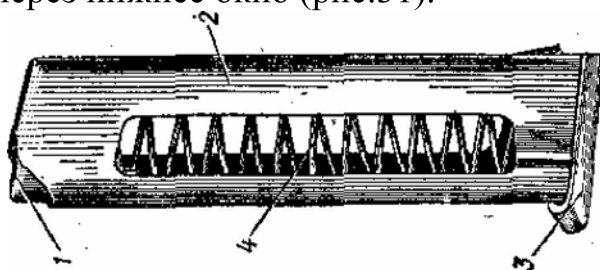

Рис. 31. Магази́н:
7. Магази́н служит для помещения восьми патронов. Он состоит из корпуса, подавателя, пружины подавателя и крышки. Магази́н вставляется в основание рукоятки через нижнее окно (рис.31).